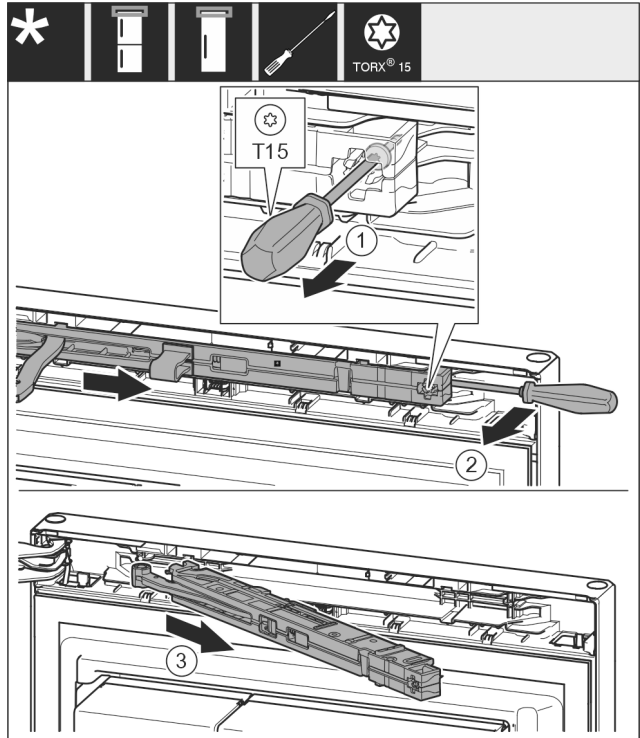

Fig. 11
- ▶ За допомогою викрутки T15 ослабте гвинт на демферному вузлі приблизно на 14 мм. Fig. 11 (1)
- ▶ Переміщаючи викрутку з боку ручки за демферний вузол, поверніть вузол уперед. Fig. 11 (2)
- ▶ Витягніть демферний вузол. Fig. 11 (3)